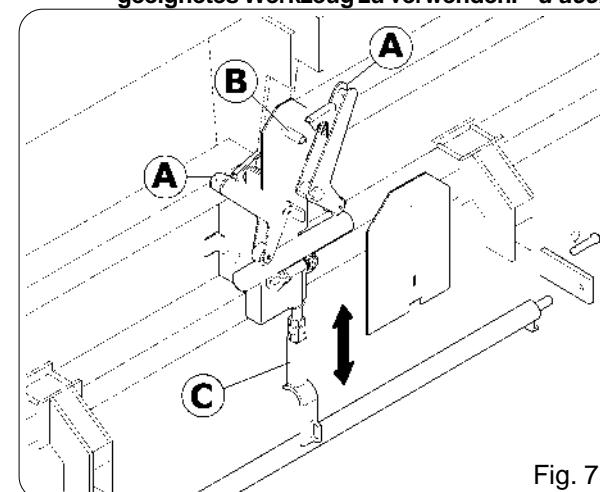

Fig. 7
- Comando automatico (Fig. 7);
- Automatic control (Fig. 7);
- Steuerung in Automatik (Abb. 7);
- Commande automatique (Fig. 7);
- Accionamiento automático, (Fig. 7);